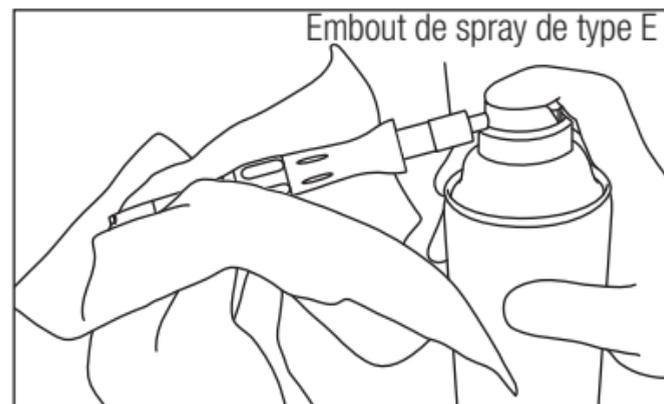

Fig. 17
- 4) Maintenez la pièce à main et pulvérisez pendant 2 ou 3 secondes jusqu'à ce que de l'huile suinte par sa tête (Fig. 17).